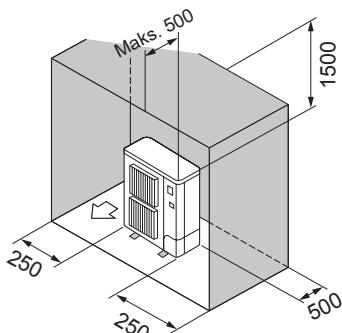

Fig. 2-12
- ⑥ Hindringer kun bak, på sidene og over (Fig. 2-12)
- ⑦ Ikke monter luftutløpskanaler for oppadgående luftstrøm (ekstrautstyr).